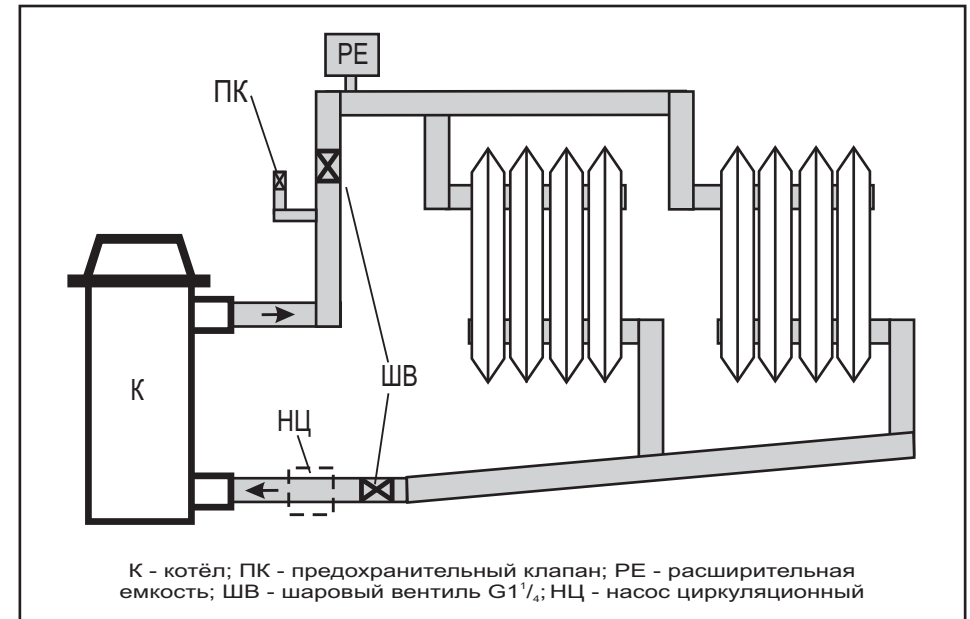

Рисунок 2 - Примерная схема системы отопления
**5.9 *Внимание!*** При эксплуатации прибора запрещается полностью или частично перекрывать шаровые вентили на входе и выходе из котла (см. рисунок 2).